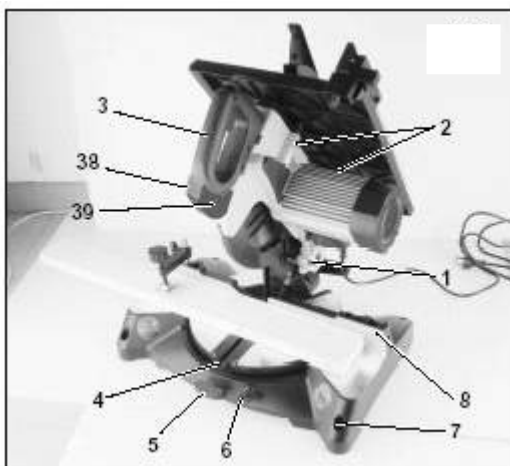
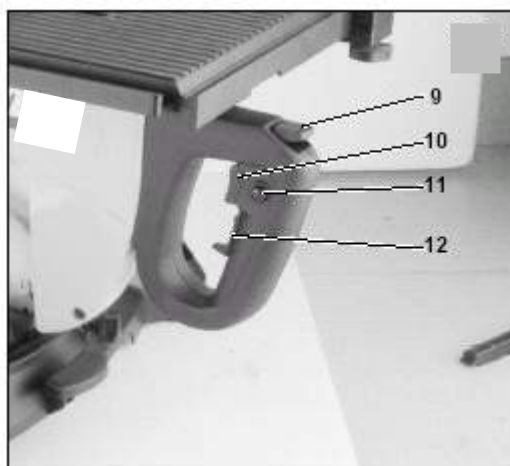
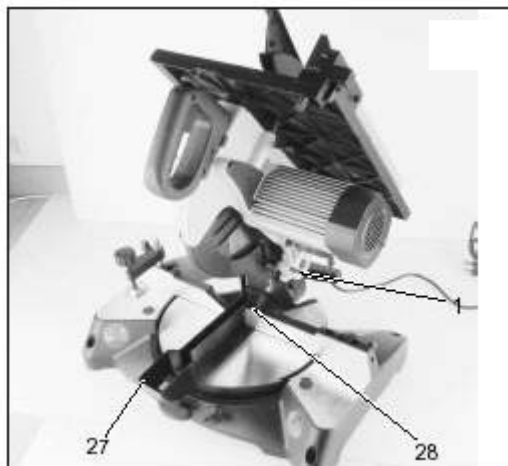

Fig. 14
Fig. 15
Fig. 16
- Solte o pino de bloqueio 01 fig. 14;
- Coloque o perfil a ser cortado sobre a mesa giratória e firmemente encostado na régua 08 fig. 14 utilize o pressionador manual vertical para segurar o perfil. Este procedimento evitará riscos ao operador e maior qualidade de corte.
- Coloque sua mão direita na manopla 03 fig. 14 e pressione o botão 09 fig. 15 a fim de liberar a trava do cabeçote vertical;
- Acione o motor pressionando o sistema de desbloqueio 12 fig. 15 e em seguida pressione a botão de ligação 10 fig. 15 na manopla;
- Quando utilizar a mesa superior. É absolutamente necessário instalar a proteção auxiliar da serra 27 fig. 16 que é fornecida junto com o equipamento. E aperte os dois parafusos borboleta 02 fig. 14.
- Quando o motor estiver desligado abaixe o cabeçote vertical e prenda-o abaixado utilizando o pino de bloqueio 01 fig. 16;
- Ajuste a altura da mesa superior conforme descrito no item 5.4
- Ligue o motor conforme descrito no item 6.1 e trave a chave na posição "ON" utilizando o botão de bloqueio 11 fig. 15.
- Para desligar a máquina pressione o botão 10 fig. 15 automaticamente solte o botão de bloqueio 11 fig. 15 então a máquina estará desligada.